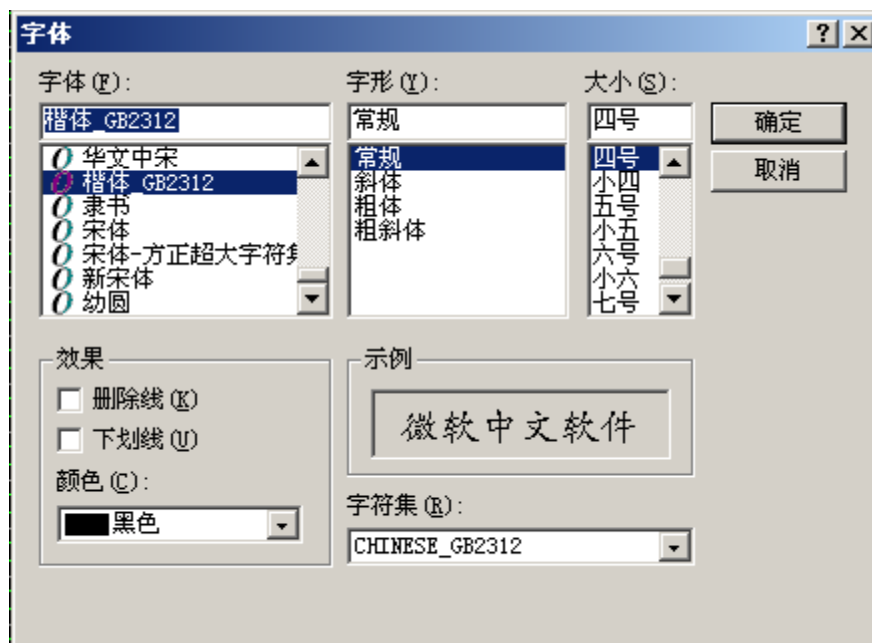

图 4.47 字体设置
- 字体设置，调用系统字体设置对话框，如图 4.47 所示：